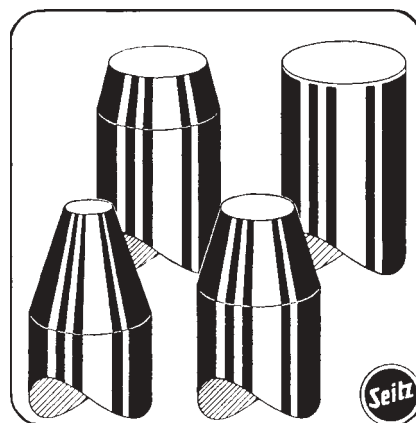

Abb. 29
b) Dient zur Verwendung als Amboss (Abb. 29)